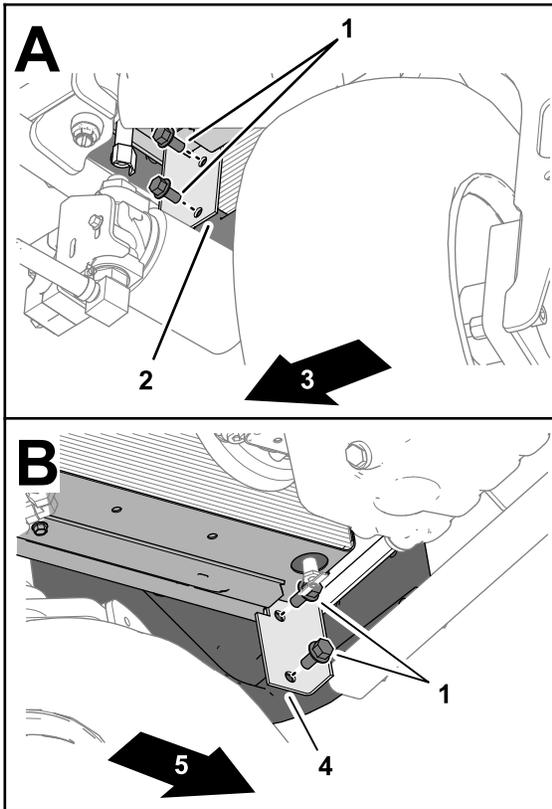

Figure 20
1. Dans l'angle inférieur avant du radiateur, retirez les 2 vis à embase (3/8" x 3/4") qui fixent le support de radiateur au carénage arrière de la machine (Figure 20).
2. Retirez les 2 vis à embase (3/8" x 3/4") qui fixent le support de radiateur au moulage arrière de la machine de l'autre côté de la machine (Figure 20).